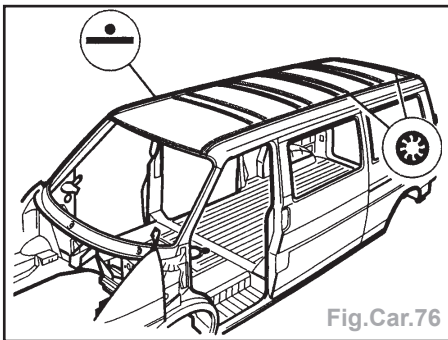

Fig.Car.76
- Si l'accessibilité par l'ouverture de glace ou de porte est assurée, souder à la pointeuse électrique, sinon par bouchonnage sous gaz de protection (Fig. Car.76).